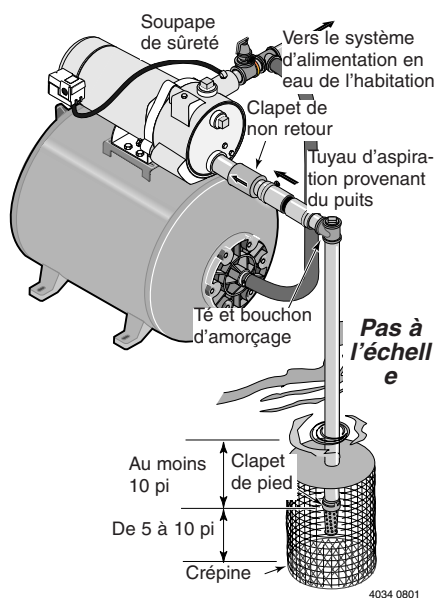

Figure 6 : Installation type sur une nappe d'eau libre
2. Brancher le clapet de pied, la crépine et le tuyau du puits (Se reporter à la Figure 6). S'assurer que le clapet de pied fonctionne librement.